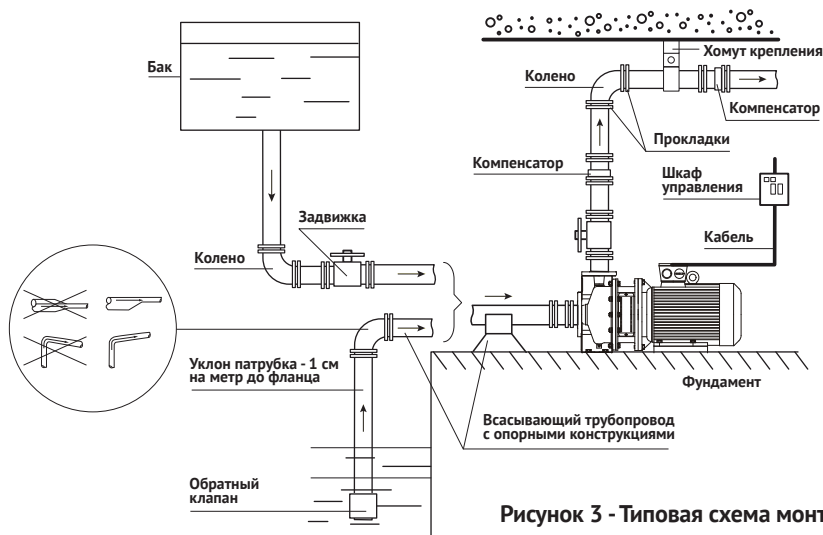

Рисунок 3 - Типовая схема монтажа
- 1 Для всасывающего трубопровода (см. рисунок 3) следует использовать жесткие металлические трубы. Также рекомендуется использовать гибкие металлорукава или вставки (компенсаторы), чтобы избежать передачи вибраций от насоса к трубам и наоборот.
- 1 Внутренний диаметр напорного трубопровода (см. рисунок 3) должен соответствовать условному проходу напорного патрубка насоса.